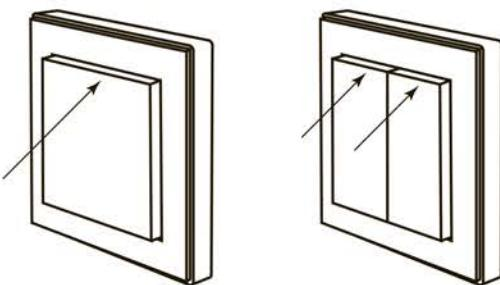

Рисунок 5. Подключение радиовыключателей РВ1, РВ2 к приемнику РЗК.
- Для подключения радиовыключателя РВ1 к приемнику необходимо нажать в этот промежуток времени на кнопку «включение» (верхняя часть клавиши радиовыключателя) (рисунок 5).
- Для подключения РВ2 необходимо нажать на кнопку «включение» того канала, к которому необходимо подключить приемник (рисунок 5).